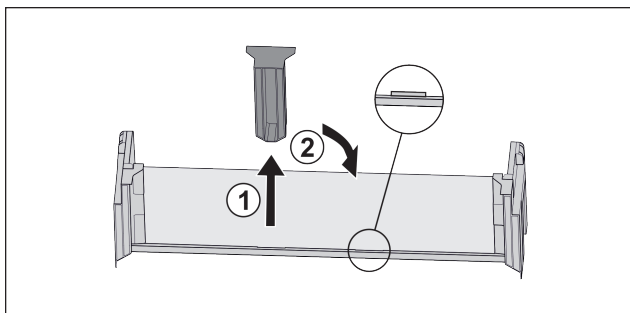

Fig. 19
- Stáhněte prostřední přídržný díl Fig. 19 (1).
- Vložte prostřední přídržný díl do druhé polohy Fig. 19 (2).